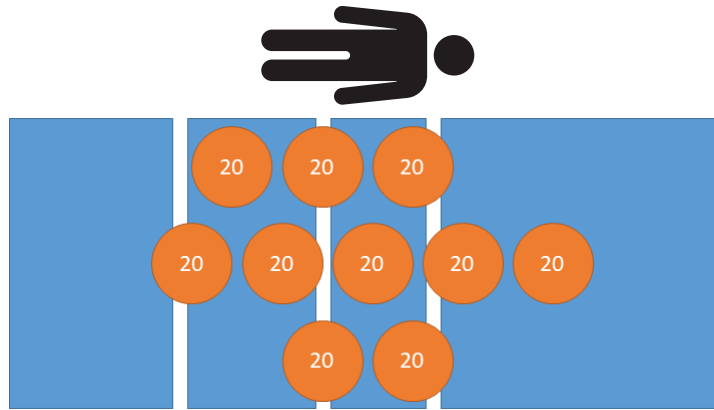

Abbildung 22 – Wägeleistungsprüfung – 200 kg
5. Mit kalibrierten Gewichten 200 kg auf das Produkt legen (Abbildung 22).
7. Mit kalibrierten Gewichten 200 kg auf das Produkt legen (Abbildung 22).